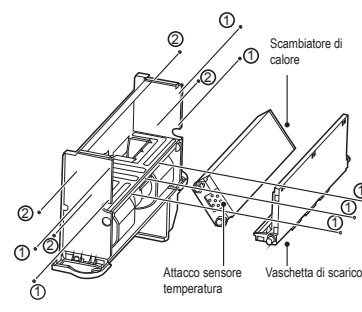

Figura 4-8 Rimozione della vaschetta di scarico e dello scambiatore di calore
- g) Come mostrato in Figura 4-8, rimuovere le viti ① *7 per estrarre la vaschetta di scarico. Dopodiché, rimuovere le viti ② *4 per estrarre lo scambiatore di calore.